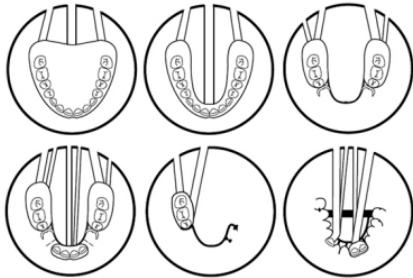

Figura 1 Técnicas de prensado
- Cree o coloque agujeros de colada en el modelo de hidrocoloide o silicona como se muestra en la Figura 1.